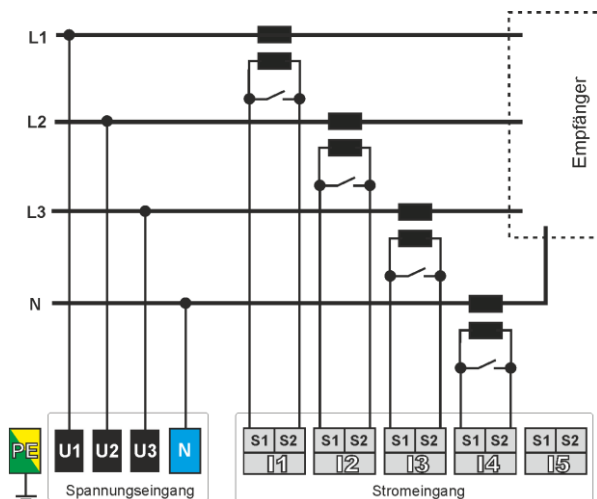

Fig. 27. Esquema de conexión – sistema trifásico de 4 hilos, conexión directa de tensiones.
- de 3 fases 4 hilos (Fig. 27),